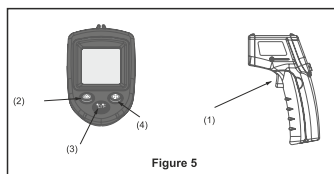

Figure 5
2. Elementy obudowy: Rysunek 5